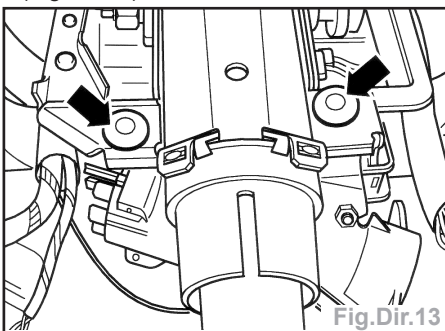

Fig.Dir.13
- Déposer les vis d'arrachement (flèches) (Fig.Dir.13).